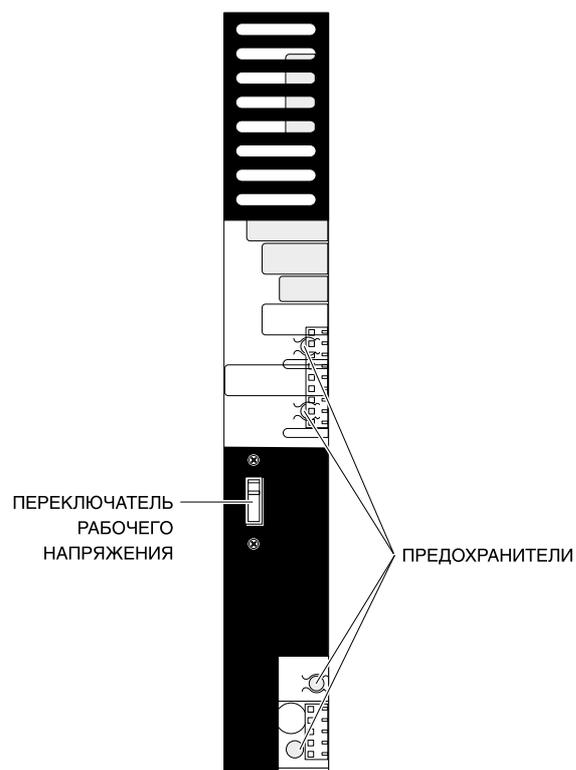

Рис. 2-3 Установка рабочего напряжения
Подключите кабель питания переменного тока к разъему на левой стороне блока. Не включайте питание системы до тех пор, пока в нее не будут установлены все карты и модули. Прикрепите обратно заднюю панель верхнего блока. Перед установкой в систему источника(ов) питания проверьте положение переключателя рабочего напряжения сети переменного тока 110В/220В (по умолчанию установлено 220В, рис. 2-3) в нужное положение. Обязательно проведите работы по заземлению системы (см. раздел "Заземление").
2. Установите верхний блок на нижний так, чтобы совпали крепежные отверстия. Соедините блоки между собой четырьмя крепежными винтами по два спереди и сзади верхнего блока. Установите обратно заднюю панель верхнего блока. Подключите кабель питания переменного тока к разъему на левой стороне нижнего блока и соедините второй разъем этого блока с разъемом питания верхнего блока кабелем питания, поставляемым в комплекте с картой LCP/LCP2. Не включайте питание системы до тех пор, пока в нее не будут установлены все карты и модули. Перед установкой в систему источника(ов) питания проверьте положение переключателя рабочего напряжения сети переменного тока 110В/220В (по умолчанию установлено 220В, рис. 2-3) в нужное положение.
2. Установите дополнительные блоки на нижний так, чтобы совпали крепежные отверстия. Соедините блоки между собой четырьмя крепежными винтами по два спереди и сзади верхнего блока. Установите обратно задние панели среднего и верхнего блока. Подключите кабель питания переменного тока к разъему на левой стороне нижнего блока и соедините второй разъем этого блока с разъемом питания среднего блока кабелем питания, поставляемым в комплекте с картой LCP/LCP2, и таким же образом подайте питание к верхнему блоку. Не включайте питание системы до тех пор, пока в нее не будут установлены все карты и модули. Перед установкой в систему источника(ов) питания проверьте положение переключателя рабочего напряжения сети переменного тока 110В/220В (по умолчанию установлено 220В, рис. 2-3) в нужное положение.
В базовый и дополнительные блоки системы необходимо установить источники питания от сети переменного тока PSU-B. Предусмотрена возможность установить два источника питания в один блок. Второй источник необходим, если в блоке задействовано более 56 внутренних портов (см. главу 4 "Подготовка к запуску системы"). Перед установкой в систему источника(ов) питания проверьте положение переключателя рабочего напряжения сети переменного тока 110В/220В (по умолчанию – 220В, рис. 2-3) в нужное положение.